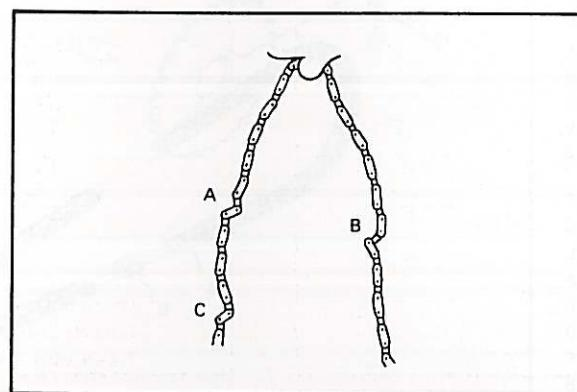

Fig. 5-5-6
2. Check the chain for stiffness. Hold as illustrated. If stiff, soak in solvent solution, clean with wire brush, dry with high pressure air. Oil chain thoroughly and attempt to work out kinks. If still stiff, replace. (Fig. 5-5-6)
2. Vérifier si la chaîne n'est pas trop raide, en la tenant comme indiqué sur la figure. Si elle est raide, la tremper dans un solvant, la nettoyer avec une brosse métallique, et la sécher au jet d'air comprimé. Ensuite, graisser complètement la chaîne, et faire jouer ses maillons pour essayer d'éliminer les noeuds. Si on n'y parvient pas, remplacer la chaîne. (Fig. 5-5-6)
2. Kette auf Verklemmung prüfen; dazu die Kette wie abgebildet halten. Falls die Kette steif ist, diese in Lösungsmittel tauchen und mit der Drahtbürste reinigen, dann mit Preßluft trocknen. Kette gründlich einölen und versuchen, Knicke durch Bewegungen zu beseitigen. Falls die Kette dann noch immer steif ist, muß sie ersetzt werden. (Fig. 5-5-6)